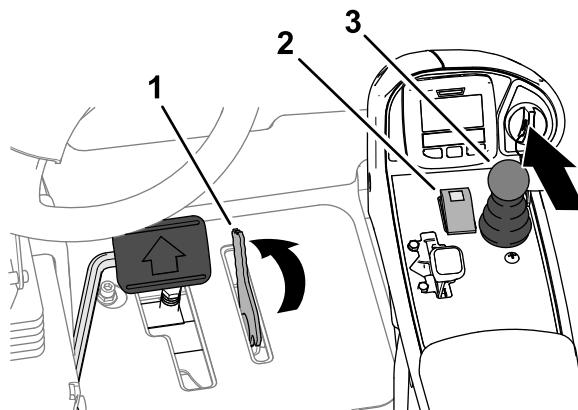

Figura 112
3. Gire la palanca del limitador de la velocidad de siega hacia adelante a la posición de SIEGA (Figura 112).